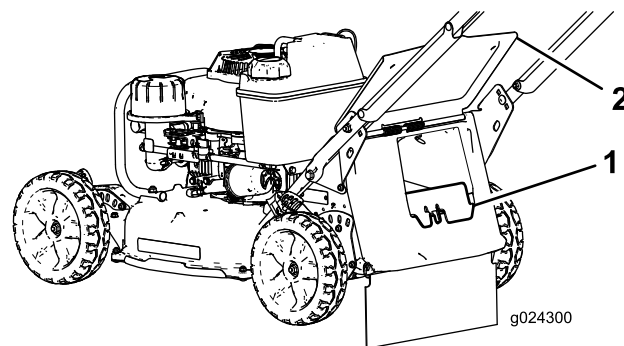

Figura 18
- Se o bujão de descarga traseira não estiver instalado, agarre-o pela pega, eleve a porta traseira e insira-o na calha de descarga traseira até que encaixe no sítio (Figura 18).
3. Retire o bujão de descarga traseira empurrando o trinco para baixo com o polegar e retirando o bujão da máquina (Figura 18).